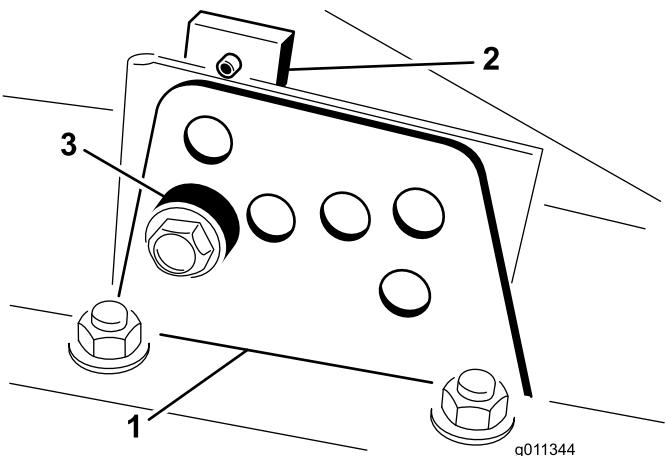

Figura 21
- Desaperte o parafuso que prende o suporte da altura de corte à placa da altura de corte (frente e de cada lado), conforme se mostra na Figura 21.
4. Enquanto estiver suportar a câmara, retire o espaçador (Figura 21).